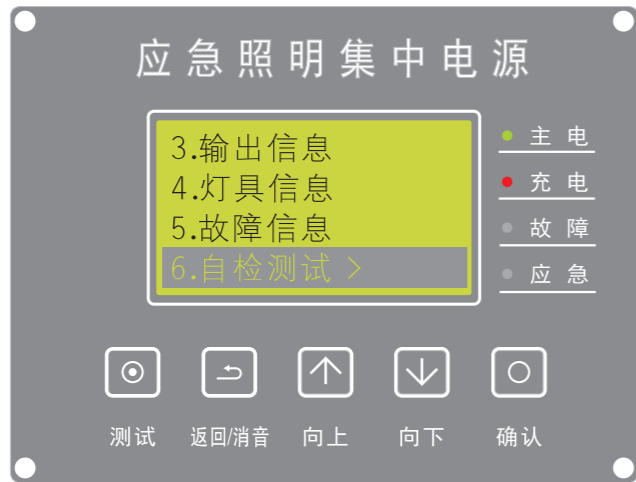

图12
(7)、自检测试（模拟市电停电、模拟月检、模拟年检、手动应急、快速自检、复位）：在主屏时，按【确认】键进入菜单，按【向上/向下】选择【自检测试】，按【确认】键进入（如图12）。